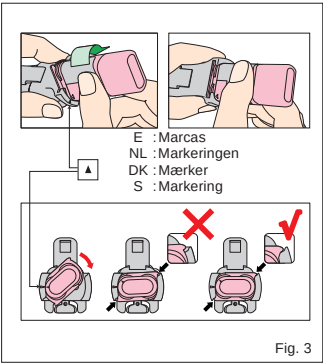

Fig. 3
b) Caricare la cartuccia nel Paste Pak Dispenser. (Fig. 3)
- Cargar el cartucho dentro del aplicador Paste Pak Dispenser. (Fig. 3)